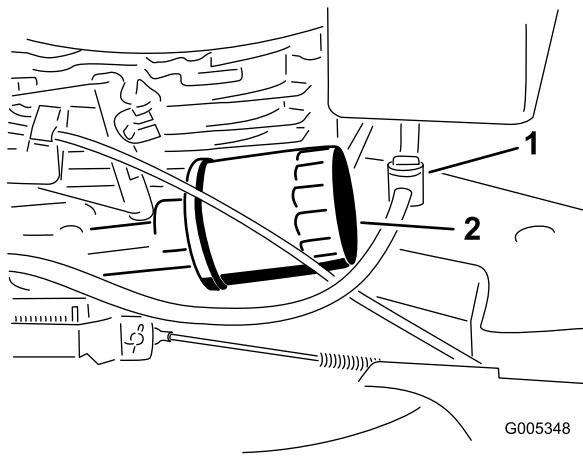

Figura 22
Cambie el filtro de aceite (Figura 22) cada 100 horas de operación o una vez al año, lo que ocurra primero.
3. Cierre la válvula de combustible (Figura 22).